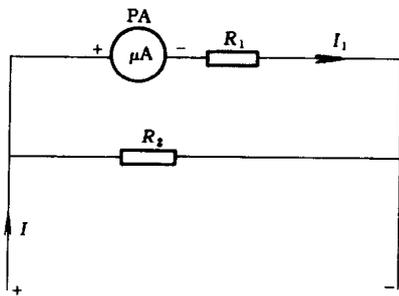

图 1-11 直流电流的测量
1) 直流电流的测量。直流电流的测量如图 1-11 所示，图中 PA 为微安表表头， R_1 是表头本身电阻和线路中串联电阻之和， R_2 是并联电阻，又称分流电阻。由于 R_2 比 R_1 小得多，大部分电流经过 R_2 流过，只要适当选择 R_1 、 R_2 的比值关系，就能使表头流过的电流 I_1 是总电流 I 的 $1/R$ 倍。例如，令 $K = 100$ ，当流过表头的电流 I_1 为 $100\mu A$ 时，就能知道电路中